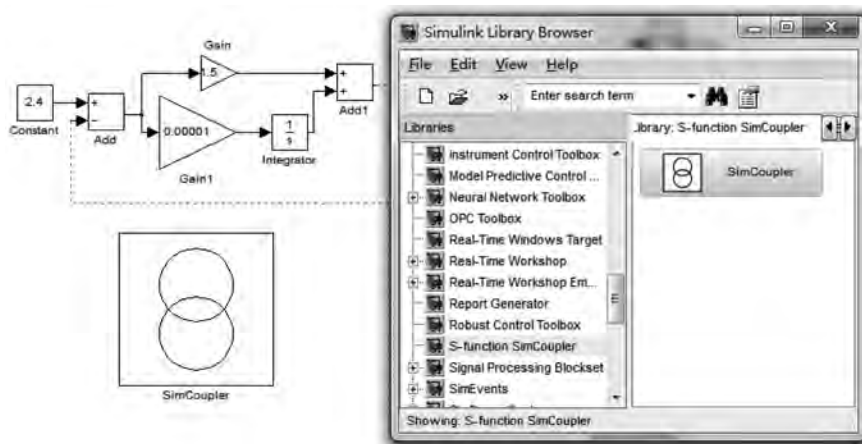

图 3-67 SimCoupler 模型拖放
(4) 在 Simulink 库浏览器中的“S-function SimCoupler”工具箱中,将 SimCoupler 模型拖放到 Simulink 模型文件中,如图 3-67 所示。